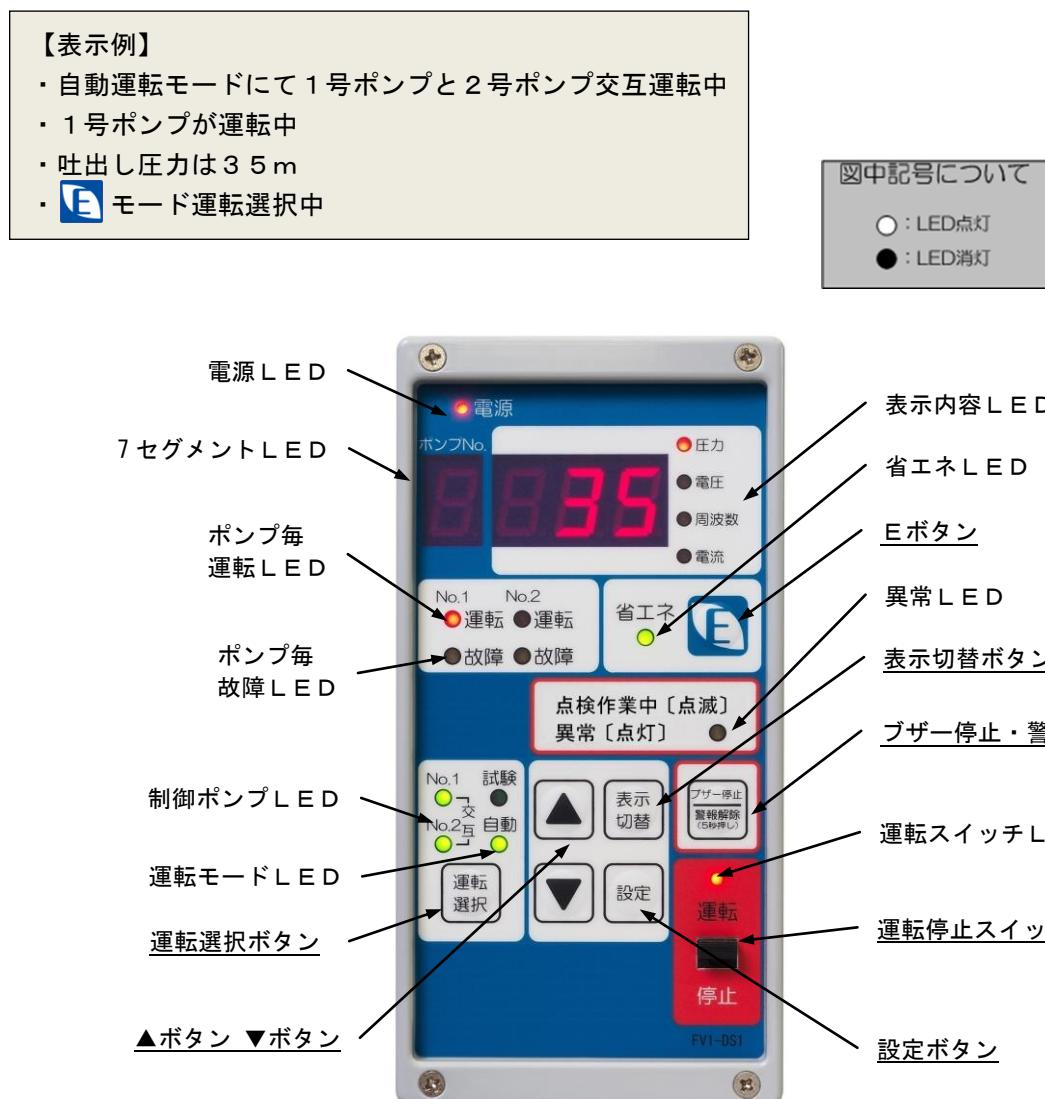

図 11 表示操作部外観
- (1) 表示操作部の右下部にある【運転停止スイッチ】を、停止側にしてください。 (図 11)
- (2) 制御盤の漏電遮断器 (E L B) をオンにしてください。
- (3) 分電盤の遮断器 (M C B 又は E L B) をオンにします。表示操作部の電源 L E D が点灯し、7 セグメント L E D が点灯することをご確認ください。